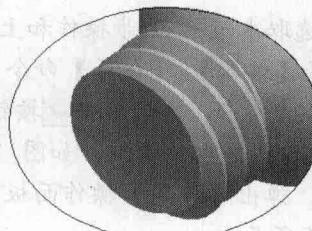

图1-18
- 选取本节第 7 步合并后的面组，在键盘上按 **Ctrl + C** 组合键，在菜单栏中选择【编辑】/【选择性粘贴】命令，弹出【选择性粘贴】操作面板。选择基准平面 right 作为方向参照，输入移动尺寸为“2.5”，展开【选项】菜单，取消勾选【隐藏原始几何】选项，然后单击  按钮移动面组，如图 1-18 所示。